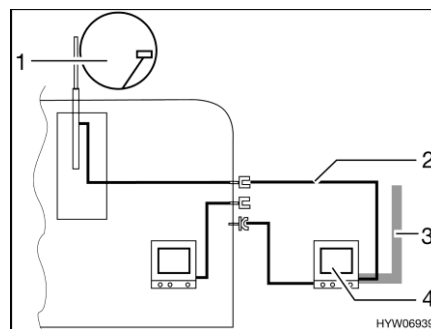

Bild 148 TV i förtältet
- TV i förtältet (Bild 148,4): Anslutning till takantenn (Bild 148,1) med anslutningskabel (Bild 148,2)
- TV i förtältet (Bild 148,4): Anslutning till extern antenn (Bild 148,3)